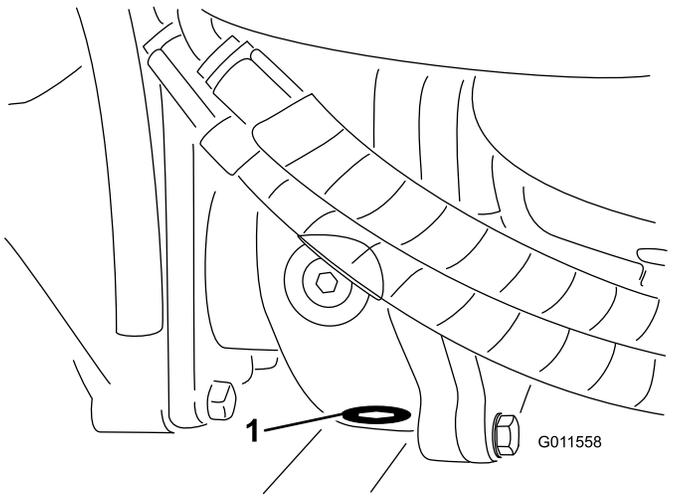

図 109
5. ギアボックスの底面にあるドレンプラグの周辺をウェスできれいにする 図 109。